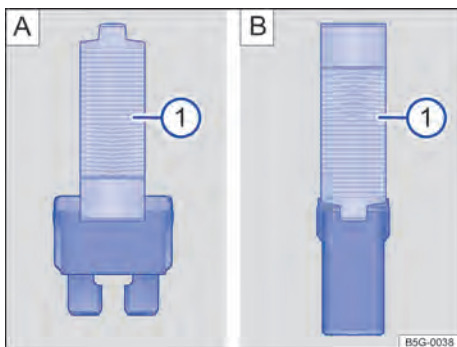

Fig. 141 Retirar o colocar el fusible con la pinza de plástico: A) fusible plano, B) fusible de bloqueo.
- Si es necesario, sacar el útil de agarre de plástico → fig. 141 1 de la cubierta de la caja de fusibles.
- De acuerdo con la versión del fusible, colocar las pinzas de toma adecuadas del alicate plástico → fig. 141 A 1 o → fig. 141 B 1 lateralmente en el fusible.